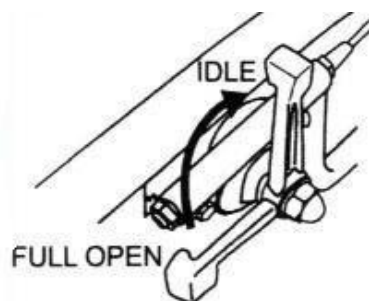

Fig 10
1. Mueva rápidamente la palanca del acelerador de la posición **COMPLETAMENTE ABIERTA** a la de **IDLE** (Fig. 10) y haga funcionar el motor a baja velocidad durante tres minutos. Una vez que el motor se enfríe, gire el interruptor de arranque/parada del motor a la posición "**DETENER**" (Figura 6) hasta que se detenga por completo.